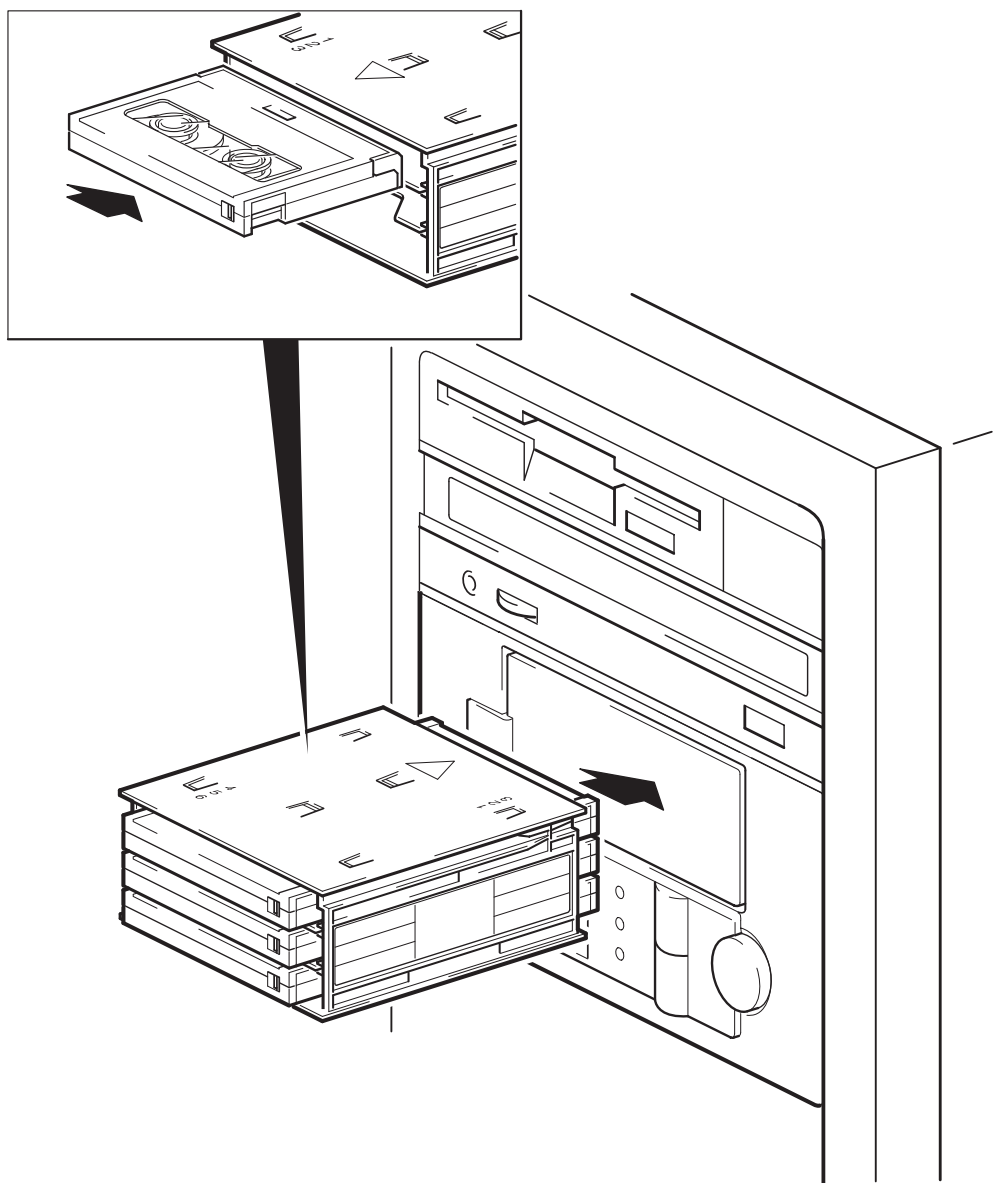

图 11：安装自动装载机
- 2 通过自动装载器的前门插入磁带盒。请确保大箭头处于最上端并指向自动装载器，如图 11 所示。